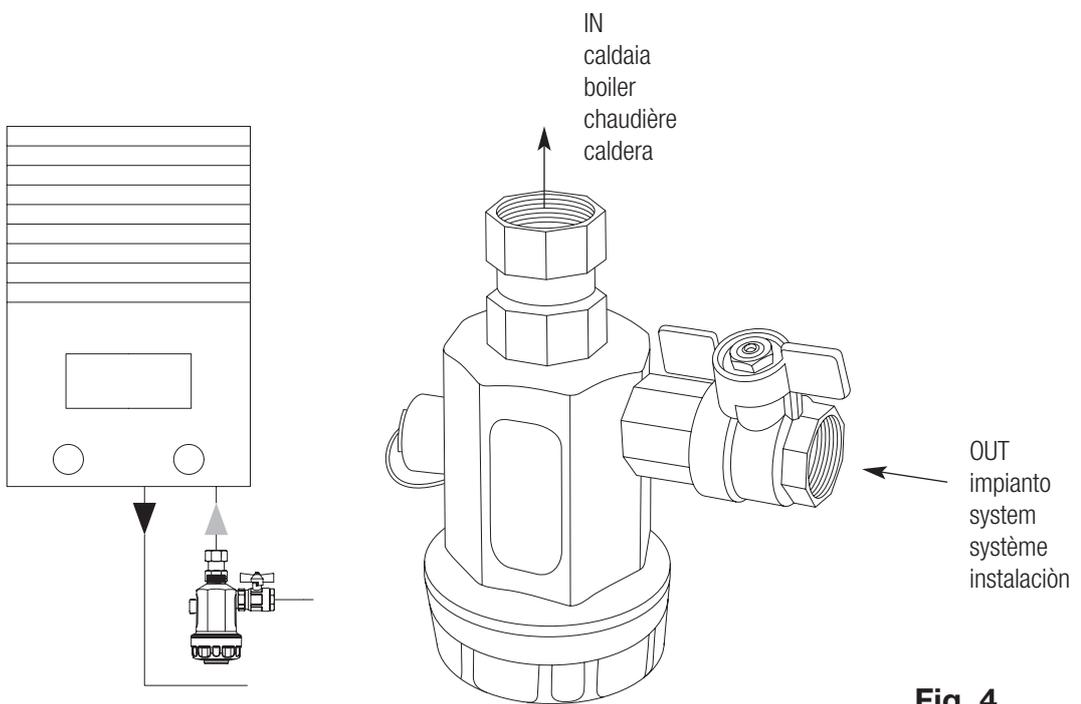

Fig. 4
- horizontalmente con el capuchón mirando hacia adelante en caso de espacio limitado debajo de la caldera (p.ej. cuando la caldera está instalada en armarios de pared de cocina) **(FIG. 4)**